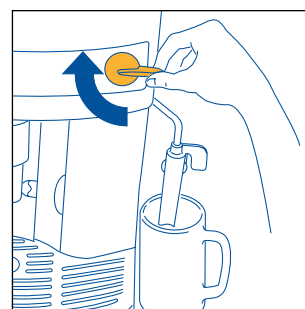

Fig.6
4. Dopo pochi secondi dal cappuccinatore fuoriesce dell'acqua. Quando la tazza si è riempita di circa 30cc ruotare la manopola vapore di mezzo giro in senso orario (fig.6) fino a fine corsa, in modo da interrompere la fuoriuscita dell'acqua.
- Per interrompere la fuoriuscita di acqua calda, ruotare la manopola in senso orario fino a fine corsa (fig. 6) e riportare il cappuccinatore nella posizione originale verso il centro della macchina.
- Spostare all'esterno il cappuccinatore (fig. 6)
- Poi interrompere l'erogazione ruotando la manopola in senso orario fino a fine corsa (fig. 6)
- Raggiunta la temperatura desiderata, interrompere l'erogazione del vapore ruotando la manopola vapore in senso orario fino a fine corsa (fig. 6).